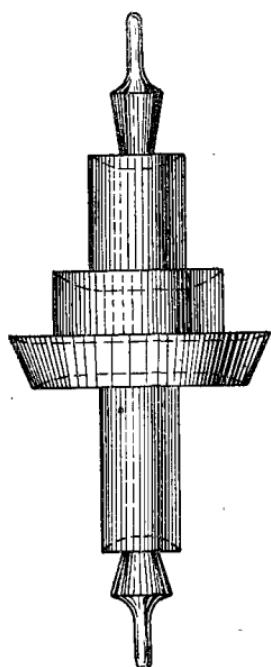

Рис. 58. Ось баланса
**Ось баланса** (рис. 58) имеет сложную конфигурацию и служит для посадки на нее деталей узла баланса. На концах оси имеются цапфы, которые входят в подшипники из камней.